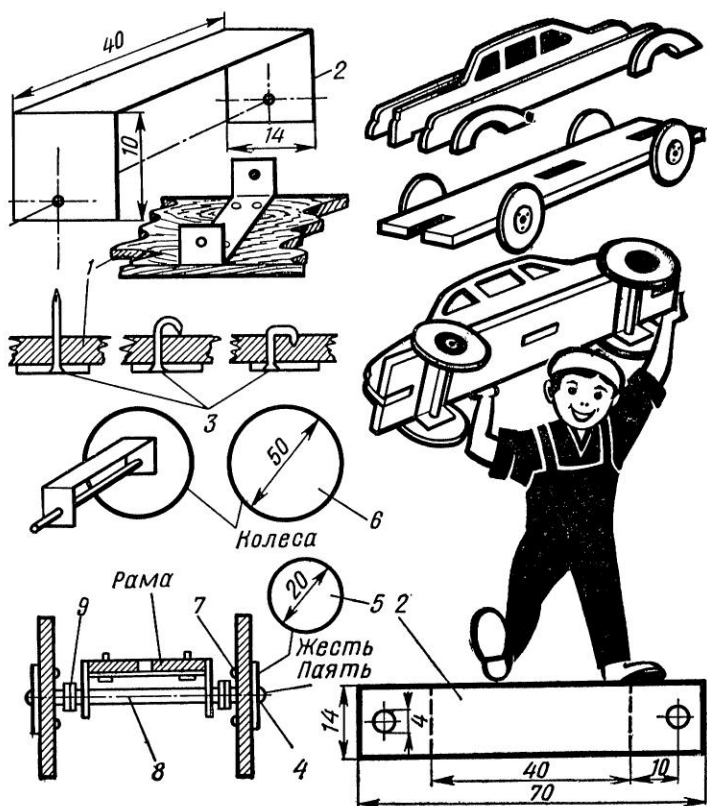

Рис. 33. Ходовая часть контурной модели
**Ходовая часть модели.** Две жестяные скобки П-образной формы служат подшипниками для осей, на которые насаживают колеса (рис. 33). Скобки (2) прикрепляют мелкими гвоздями к раме модели (1). Отверстия в скобках и колесах пробивают бородком или сверлят. Гвозди (3) загибают как показано на рисунке. Для осей берут проволоку диаметром 2—2,5 мм. Очень удобно использовать для этого старые велосипедные спицы. Длина каждой оси (4) — 60 мм.